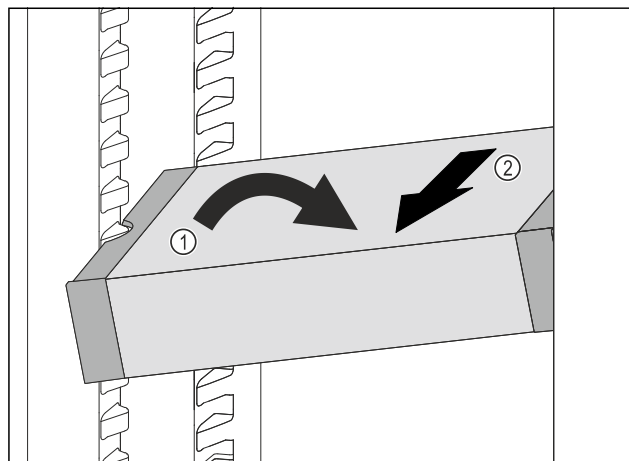

Fig. 167
- VarioSafe postavte v chladničce šikmo. Fig. 167 (1)
- VarioSafe odeberte směrem dopředu. Fig. 167 (2)